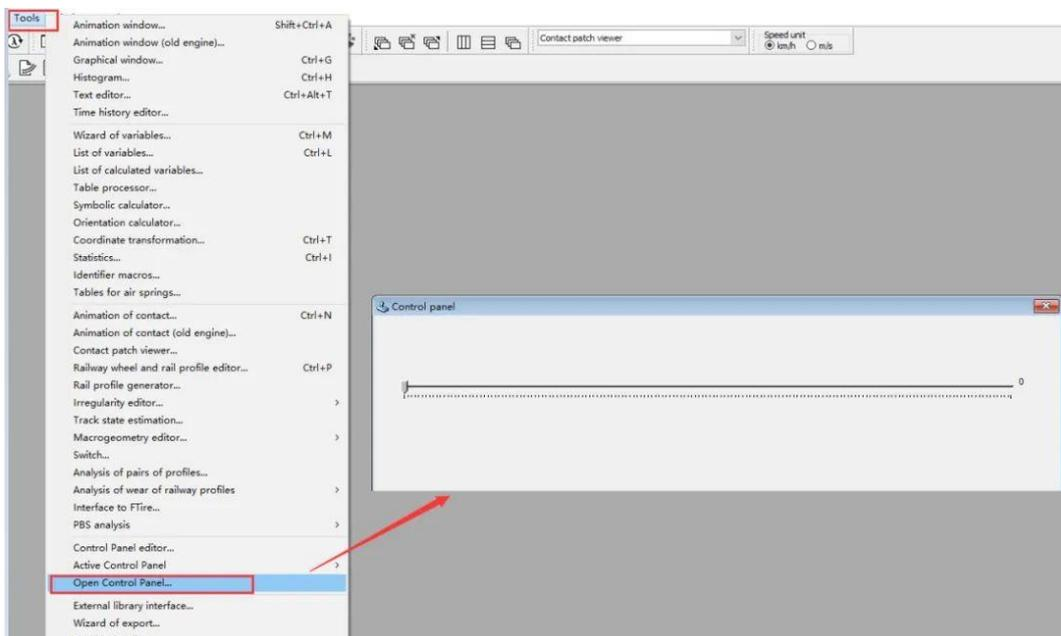

图 059-10
10、选择主菜单 **Tools-Open Control Panel**，加载制作好的操控面板，如图 059-10。